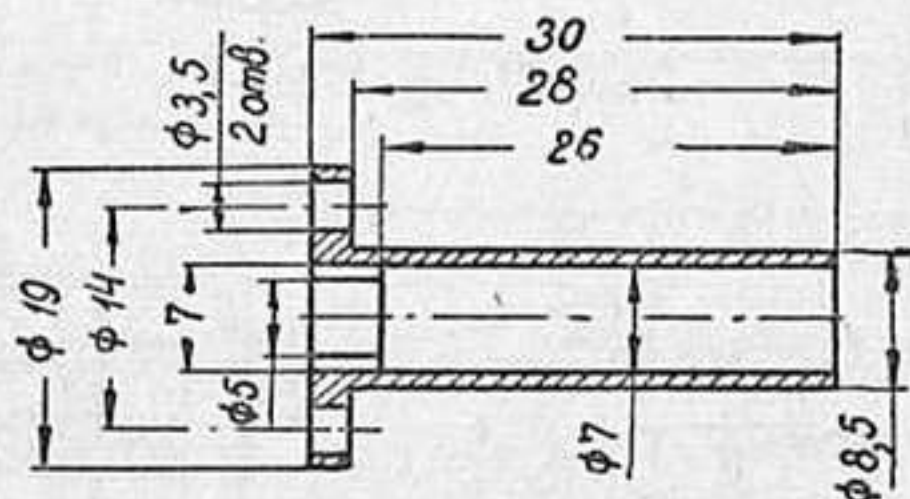

Рис. 17, дет. 2сб-7
**Фрикцион (2сб-7)** (рис. 17) вытачивается из бронзы.